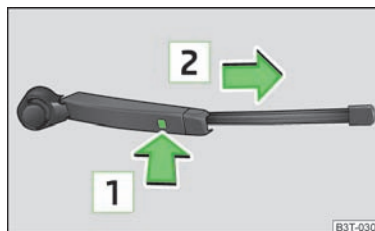

Fig. 51
- Ecartez le bras d'essuie-glace de la vitre et positionnez le balai d'essuie-glace à angle droit par rapport au bras d'essuie-glace » fig. 51.